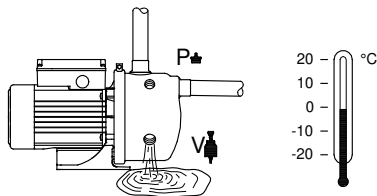

Fig. 8 Drenaje de la bomba
Para drenar la bomba, retire el tapón (P) y el tapón o la válvula eyectora (V). Véase la fig. 8.